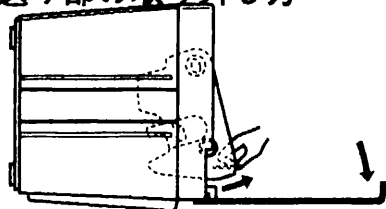

図2-3.
- ① PEN-LIFTをUPします。
- ② ダストカバーを手前に開きます。
- ③ 左手でレコーダ上部を押え、右手で送り部の下縁をつかみ手前に引き、図2-3の状態にします。